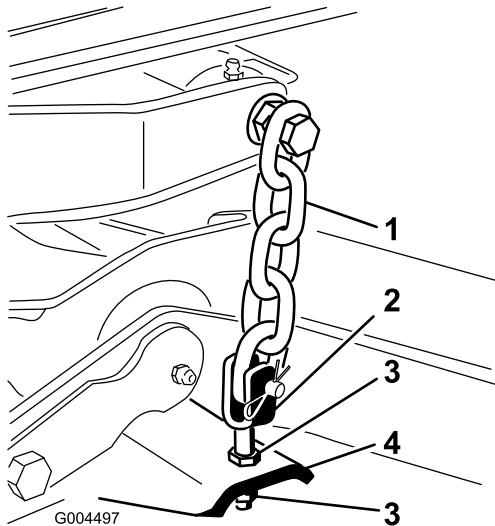

Figura 24
- Ajuste as porcas de segurança que prendem as forquilhas/correntes do cortador ao cortador até que o cortador fique nivelado (Figura 24).
- Ajuste as porcas de segurança que prendem as forquilhas/correntes do cortador para elevar a traseira do cortador de forma a que a inclinação da lâmina fique definida para 8 mm (Figura 24).